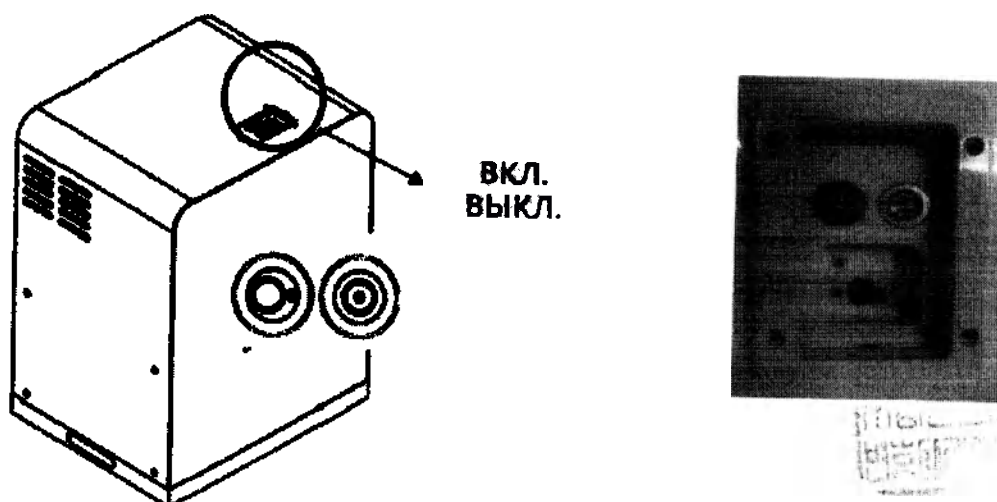

Рисунок 12. – Выключатель питания
- 2) Включите выключатель питания (см. Рис. 12) в верхней части генератора высокого напряжения.